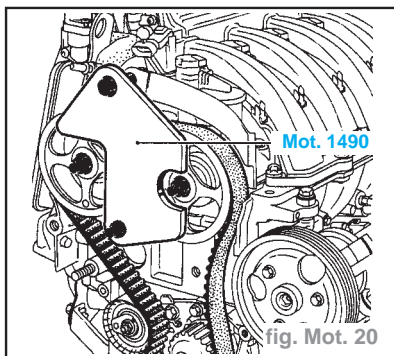

fig. Mot. 20
- Positionner le logo RENAULT gravé sur les branches des poulies des arbres à cames verticalement vers le haut (A), poser la courroie de distribution sur les poulies des arbres à cames puis monter l'outil de blocage des poulies des arbres à cames **Mot. 1490** (utiliser les fixations du carter de distribution pour fixer le **Mot. 1490**) (fig. Mot. 20).